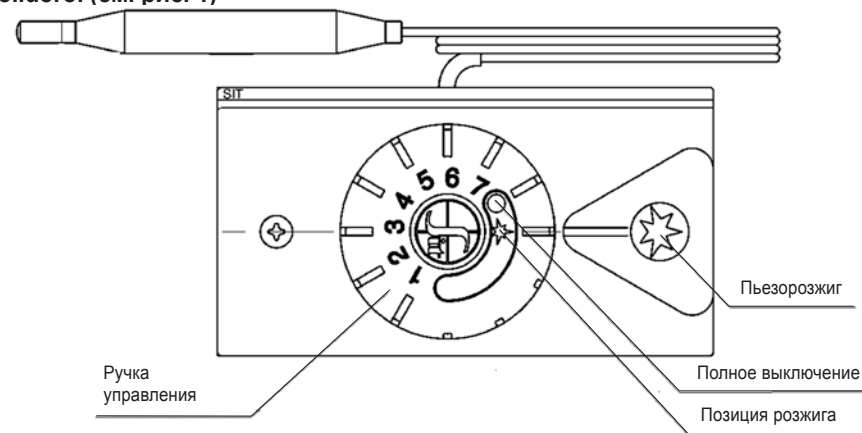

Рис. 1.
**Для котлов мощностью от 7,5 до 20 кВт с газогорелочным устройством на основе итальянской автоматики «630 EUROSIT» и инжекционной горелки Polidoro. (см. рис. 1)**